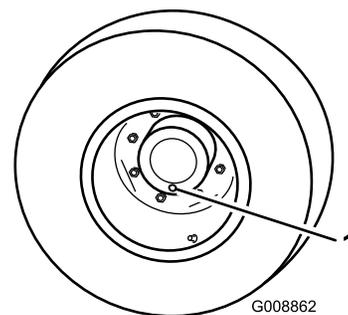

Bild 72
1. Stellen Sie die Maschine auf einer ebenen Fläche ab und positionieren Sie das Rad so, dass sich eine der Prüfschrauben in der untersten Stellung (6 Uhr) befindet (Bild 72).